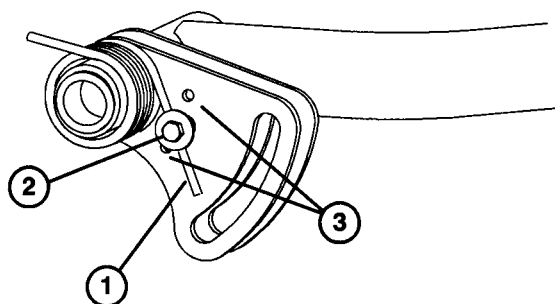

図 29
2. スプリングの張力をゆるめながら、キャップスクリューとロックナットを外す（図 29）。
3. スプリング・ブラケットを希望位置に移動し、キャップスクリューとロックナットで固定する（図 29）。